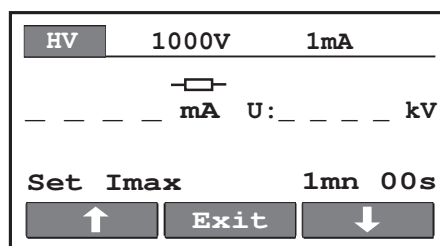

Fig.6. Menú de selección de la intensidad de corte
- Intensidad de corte (fig. 6)